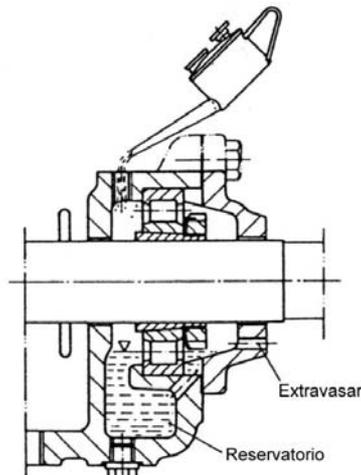

Figura 20 – Colocação de óleo no mancal
- completar com óleo através do furo da parte superior, até que vaze pelo extravasor da tampa do mancal. Vide Figura 20;